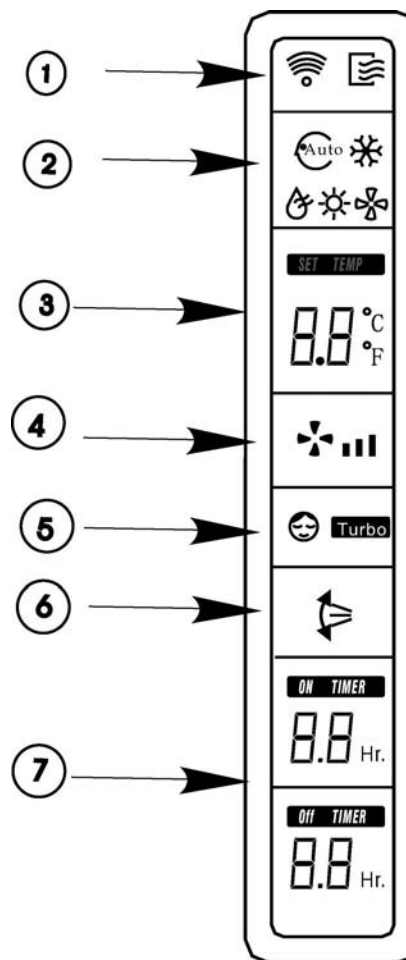

Fig. 2
- todos los componentes se muestran en la Fig. 2 a efectos de su presentación clara. No obstante, durante el funcionamiento real, en el panel de visualización sólo se muestran los componentes funcionales relativos.